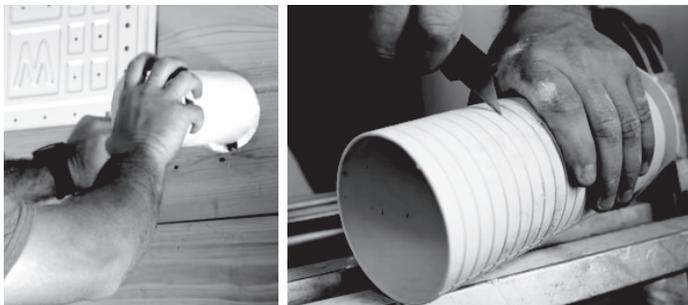

Fig. 4.4
3. Insérez le manchon mural de protection dans le trou du mur intérieur, en notant la quantité qui dépasse du mur extérieur. Ensuite, coupez l'excédent, avec un couteau tout usage ou une scie, pour qu'il soit à ras du mur extérieur. Cela protégera les bords du trou et aidera à le sceller lorsque vous aurez terminé le processus d'installation (**voir la figure 4.4**).